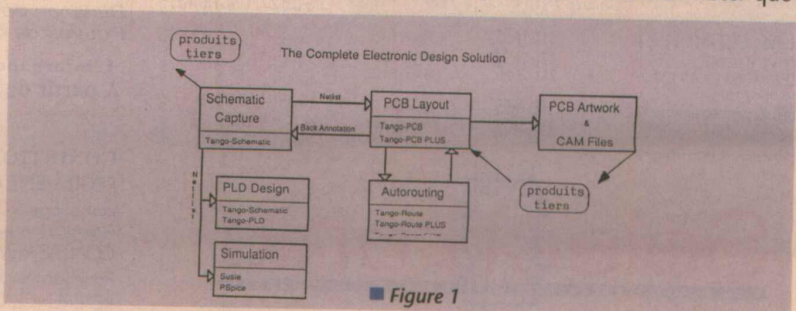

Figure 1
■ figure 1 : synoptique général.
L'organigramme de la figure 1 décrit l'ensemble de l'offre TANGO, qui s'articule classiquement autour d'un produit de saisie de schéma: TANGO-SCHEMATIC.